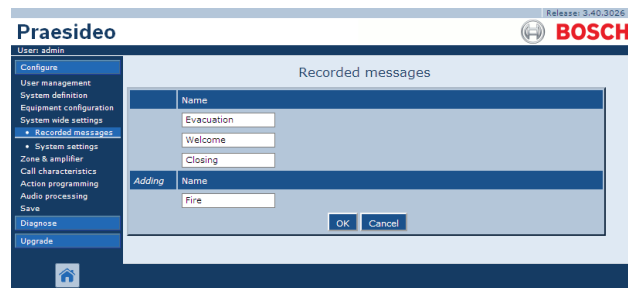

Abbildung 44.4: Anmelden von Durchsagen, Schritt 3
- 3 Geben Sie den Namen der WAV-Datei im Durchsagensatz im Feld *Name* ein (Beispiel siehe Abbildung 44.4).